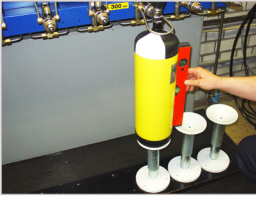

Abbildung 2
- ▶ Schließen Sie das Flaschenventil am TW154 an und richten Sie die Atemluftflasche nach allen Seiten senkrecht aus (*Abbildung 2*).